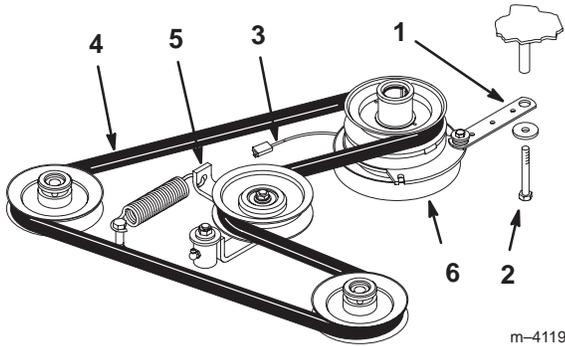

Figure 55
2. Retirez le boulon de la barrette de l'embrayage et débranchez le fil de l'embrayage électrique (Fig. 55).
3. Ecartez la poulie rappelée par ressort. Déposez la courroie de transmission des poulies du moteur et de la pompe hydraulique (Fig. 55).
4. Installez la courroie neuve sur les poulies du moteur et de la pompe hydraulique (Fig. 55).
5. Ecartez la poulie rappelée par ressort, alignez la courroie, puis relâchez-la (Fig. 55).